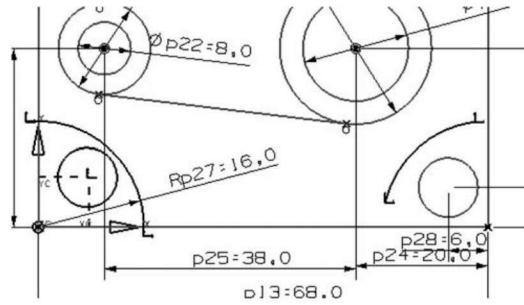

图 1.13 绘制圆弧
(12) 单击“圆弧”按钮 , 绘制如图 1.13 所示图形, 单击“约束”按钮 , 选择圆心与 Y 轴“共线”, 圆心与 X 轴共线。重复操作, 约束右侧圆弧与矩形右边线共线, 与矩形底边线共线。约束两段圆弧等半径。单击“快速修剪”按钮 , 选择相交后多余的圆弧。单击“快速延伸”按钮 , 选择需延长的圆弧。